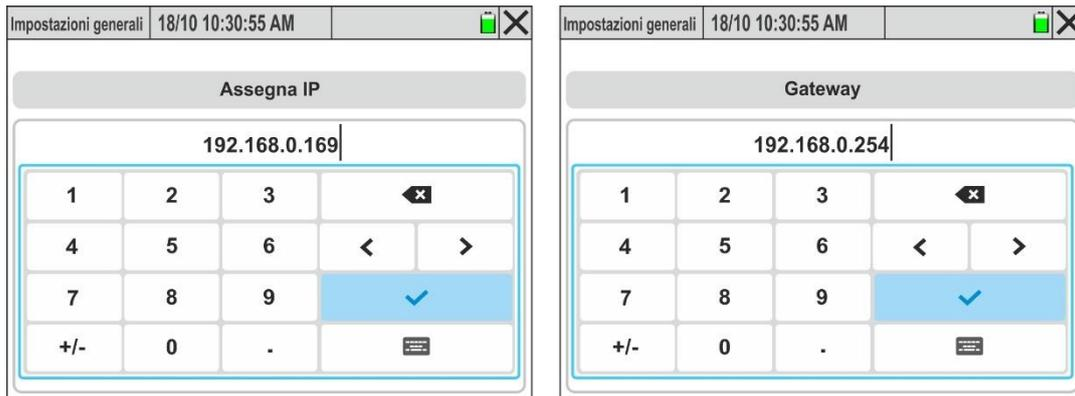

Fig. 17: Impostazione parametri rete Ethernet – Modo Def da utente
11. Toccare il valore associato al campo "Assegna IP". La videata di Fig. 17 – parte sinistra è mostrata a display
13. Toccare il valore associato al campo "Gateway". La videata di Fig. 17 – parte destra è mostrata a display